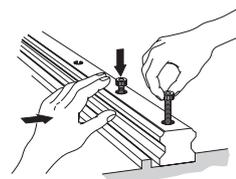

图 4-4 确认螺栓孔的间隙
- 操作过程中必须将 LM 滑块从 LM 轨道上取下时，请使用拆卸 / 安装夹具进行操作。（拆卸 / 安装夹具并非标准件，需要使用时请咨询 THK。）（参照图 4-4）
- 使用拆卸 / 安装夹具时，请在 LM 轨道端面与拆卸 / 安装夹具端面紧贴、LM 轨道与拆卸 / 安装夹具平行的状态下插入。（参照图 4-4）
- LM 滑块从 LM 轨道上拆卸并再次组装时，如使用 LM 滑块安装 / 拆卸夹具会使组装变得更容易，详细情况请咨询 THK。（参照图 4-4）
注) 请使用干净的装配螺栓来固定 LM 滚动导轨。同时, 在将装配螺栓插入 LM 轨道的安装孔时, 要事先确认螺栓孔是否吻合。(图 4-4) 如果孔不吻合而强行拧入螺栓, 则会降低精度。